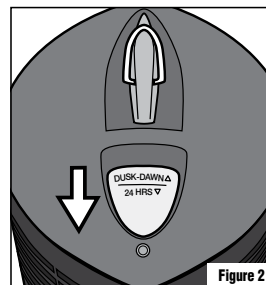

Figure 2
- Check the sundown sensor which may be activated and only allows unit to operate dusk to dawn. See figures 2 and 3.
- Pour sélectionner le mode 24 heures, glissez le bouton gris vers le bas pour qu'il couvre le capteur crépusculaire. L'appareil demeurera EN MARCHÉ 24 heures par jour (Figure 2).
- Le capteur crépusculaire est sans doute activé et n'autorise le fonctionnement que de la nuit tombante à l'aube le lendemain. Voyez les figures 2 et 3.